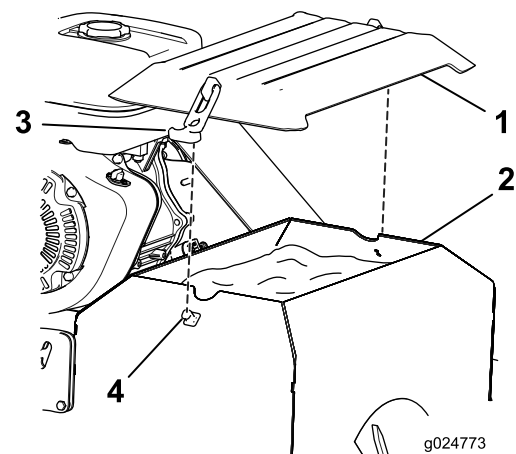

Figura 11
- Per montare il coperchio per semi (Figura 11), posizionatelo sulla tramoggia per semi e fissatelo ai montanti di chiusura sui lati utilizzando i fermi in gomma.